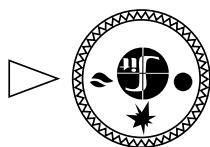

Рис. 11
- 7.4. В этом положении ручка управления удерживается **нажатая до упора**, одновременно нажимается (при необходимости несколько раз) кнопка пьезовоспламенителя, пока не загорится пилотная горелка (см. в смотровое окно). После того как загорится пилотная горелка, ручка **удерживается в нажатом состоянии не менее 30 секунд**, после чего ручка отпускается и переводится в положение «факел» (рис. 11). При переводе ручки управления в положение «факел», подача газа к главной горелке разблокируется.